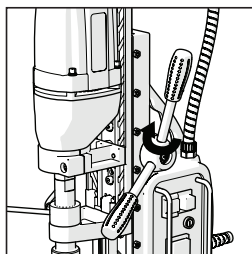

FIG. 1
- Fije los tres mangos en el saliente del eje y asegúrese de que se han atornillado completamente. (**Fig. 1**)